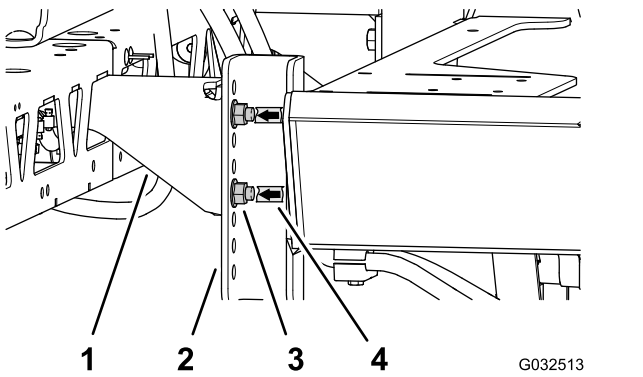

Bild 68
- Markieren Sie mit einem Stück Band die Löcher, in denen die vier Bundkopfschrauben (1/2" x 1-1/4") und vier Sicherungsbundmutter (1/2") die Stützhalterungen für den mittleren Auslegerabschnitt an den Befestigungskanälen der Maschine befestigen (Bild 68).